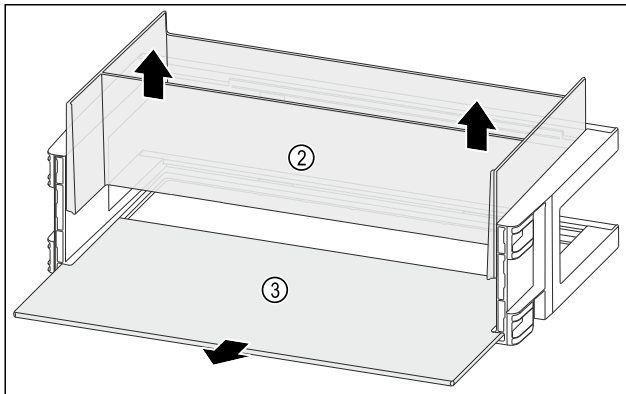

Fig. 111
- ▶ Organizer Fig. 111 (2) nach oben entnehmen.
- ▶ Abstellfläche Fig. 111 (3) entnehmen.